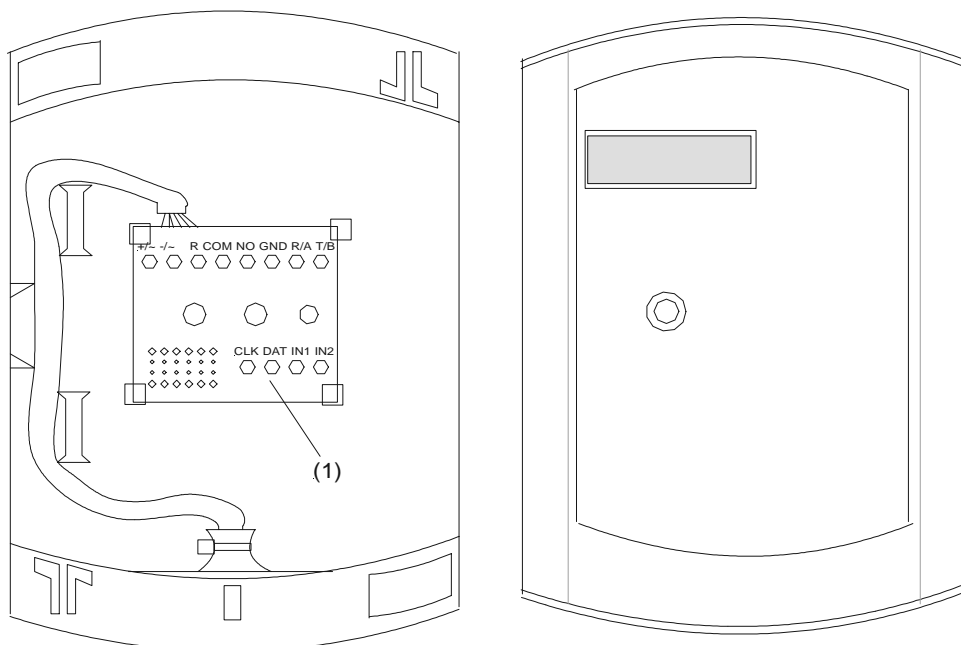

Abbildung 3: Aufputzmontage (LED oben links)
- Anschlussplatine (1) gem. Abbildung 3, mit den Anschlussklemmen nach unten in das Gehäuseunterteil einrasten. Dazu die Rasthaken mit den Fingern leicht auseinanderdrücken.